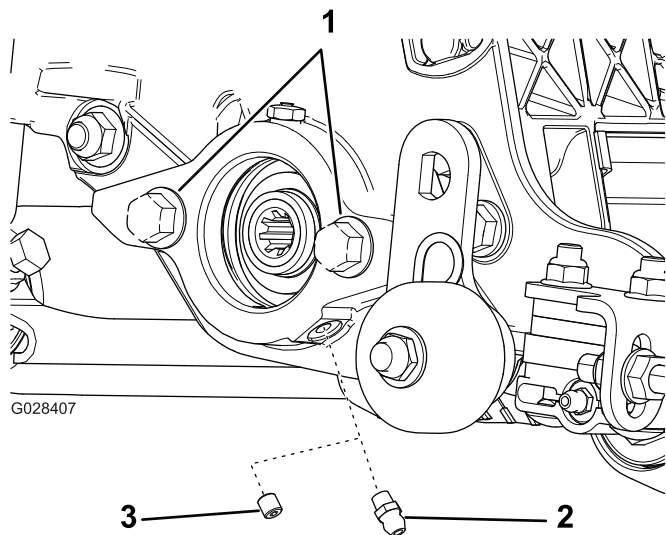

Рисунок 6
1. Выверните и удалите в отходы установочный винт на боковой пластине двигателя барабана (Рисунок 6).
2. Установите прямую масленку (Рисунок 6).
3. Если на боковой пластине двигателя барабана нет винтов, установите их (Рисунок 6).